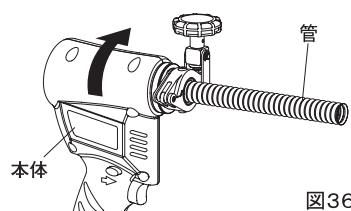

図36
### (2) ツバ出し作業(図36,38)
- ①管をセットしたクランプに本体を取付けます。
クランプのインロー部を本体の取付位置に合わせてセットし本体を図36の矢印の方向に「カチッ」とはめ込んでください。ノッチで固定されます。